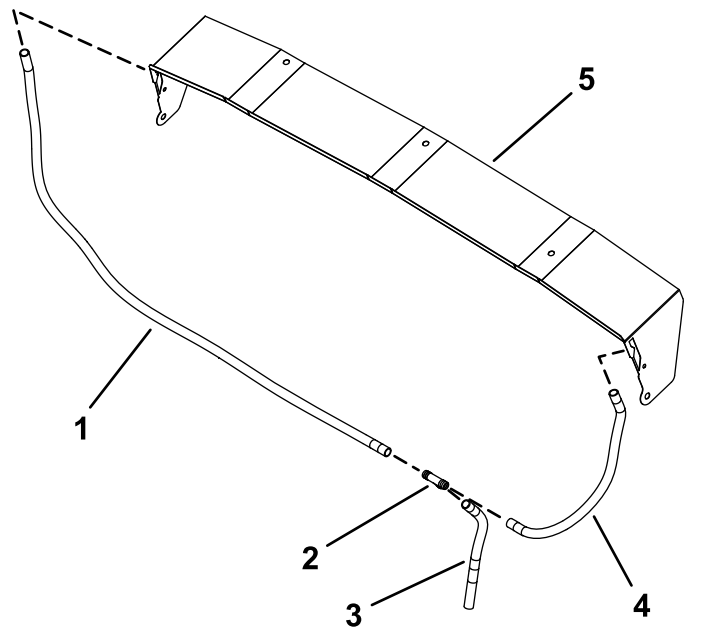

Bild 42
4. Befestigen Sie den 122 cm langen durchsichtigen Schlauch mit dem T-Anschlussstück am 33 cm langen durchsichtigen Schlauch und dem 43 cm langen durchsichtigen Schlauch (Bild 42).